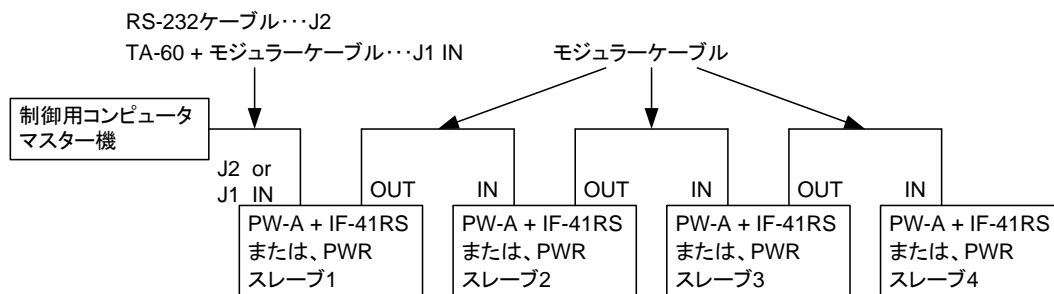

図 8-1. IF-41RS を使ったコンピュータによるコントロール
- ② コンピュータの RS-232C 端子と TA-60(弊社製品 RS-232C/モジュラー変換ケーブル)を使用し J1-IN に接続する。
- コンピュータに接続した電源には図 8-1. のように、全 3 台の PW-A 電源または旧機種 PWR 電源をモジュラーケーブルで接続できます。電源の機種は問いません。